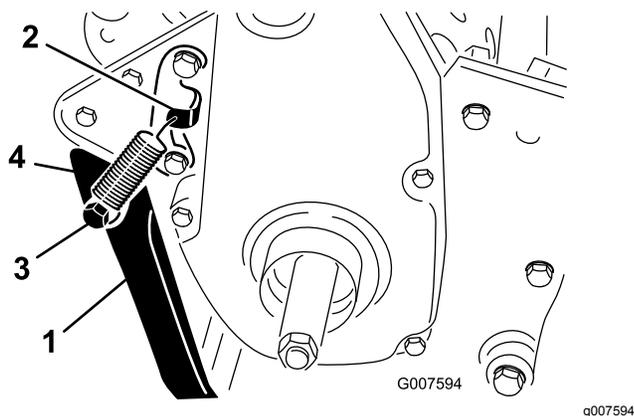

図 8
2. 後フレームについている取り付け穴にキックスタンドを合わせておいて、スプリングを、スプリングブラケットの穴とスプリングスタッドの穴に引っ掛ける図 8。
3. ボルト、ロックワッシャ、スペーサ、平ワッシャ、ロックナットを使って、キックスタンドをフレームの左右に固定する 図 8。